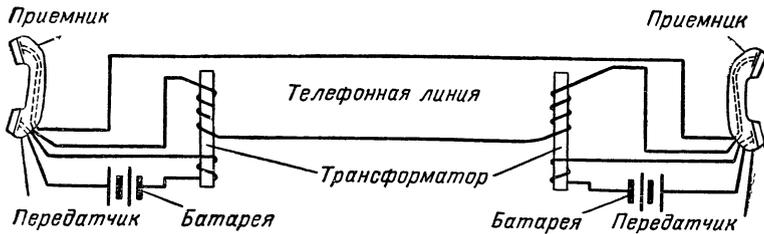

Рис. VI.10. Схема телефонной линии для двусторонней связи.
**Двусторонняя телефонная связь.** Для двусторонней телефонной связи на каждом конце линии необходимо иметь телефон и микрофон (рис. VI.10). Кроме того, в каждом телефонном аппарате должен быть повышающий трансформатор. Провода, соединяющие между собой телефонные аппараты, могут иметь значительную длину. Когда расстояние между телефонными аппаратами составляет несколько километров, сопротивление проводных линий может настолько уменьшить ток в цепи, что диафрагма телефона будет еле двигаться и звук получится очень слабым. Чтобы увеличить ток в такой телефонной цепи, применяют усилитель. Если расстояние между телефонными аппаратами составляет много километров, то вдоль трассы используют несколько усилителей.